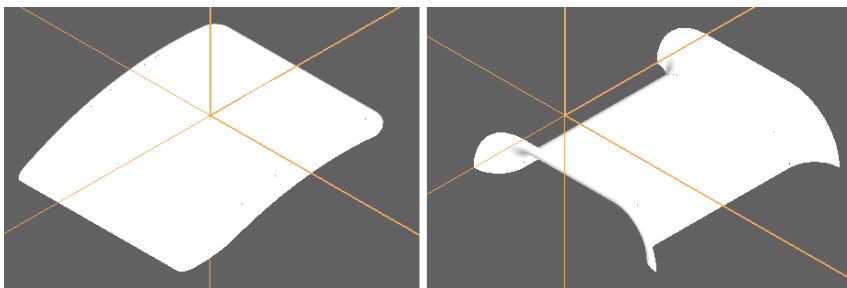
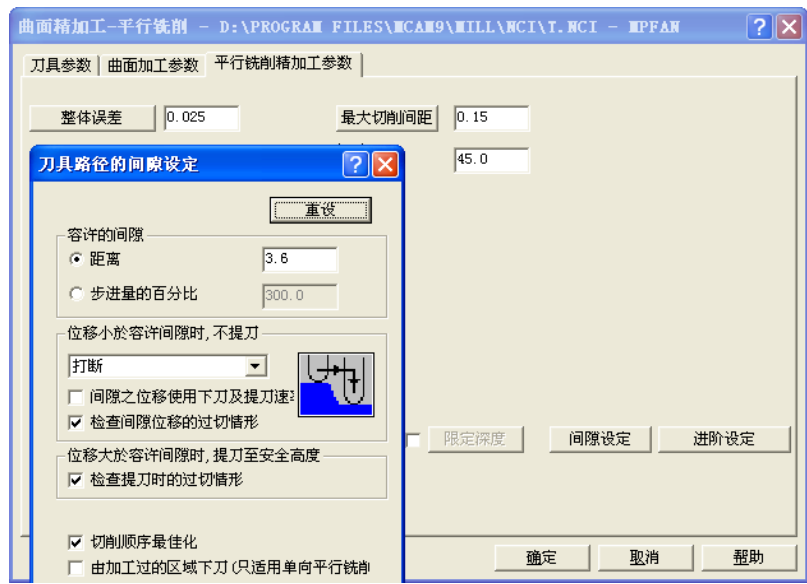
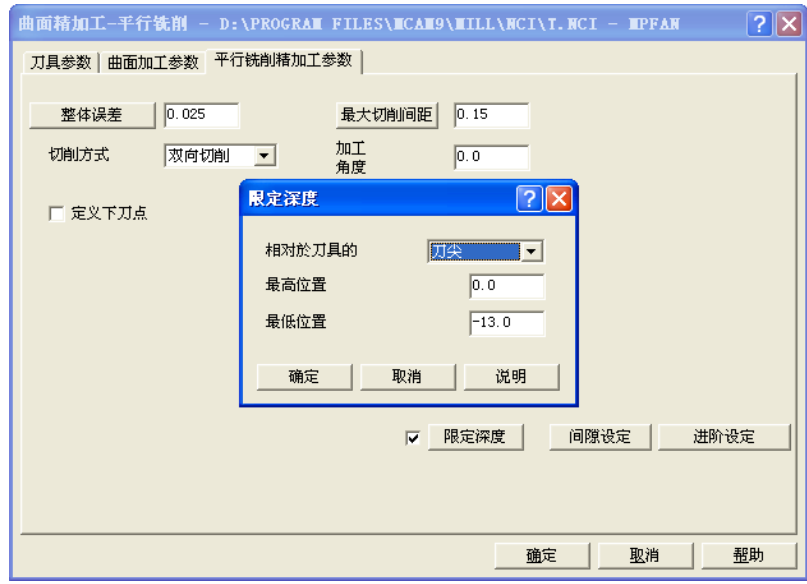

图 7-31 步骤 9)、10) 的加工面
图 7-32 步骤 9) 平行铣削参数和刀具路径间隙设定
图 7-33 步骤 10) 平行铣削精加工参数
9) 打开第 5 层, 选择“曲面精加工—平行铣削”, 继续选择  $\phi 6R3$  球刀, 刀具参数、参考高度和进给下刀位置等均同步骤 7), 设定加工的曲面/实体预留量: 0, 加工面如图 7-31 左所示, 不选择干涉面, 不选择切削范围; 在“平行铣削精加工参数”选项卡, 设定最大切削间距: 0.15, 加工角度: 45°, 单击“间隙设定”, 在“刀具路径的间隙设定”对话框, 点选“距离”, 设定为 3.6, 勾选“切削顺序最佳化”, 其余参数均默认, 如图 7-32 所示。
10) 关闭第 5 层, 复制步骤 9), 加工面选择图 7-31 右所示, 在“平行铣削精加工参数”选项卡, 将加工角度改为 0°, 勾选“限定深度”, 设定最高位置: 0.0、最低位置: -13.0, 其余参数默认, 如图 7-33 所示。